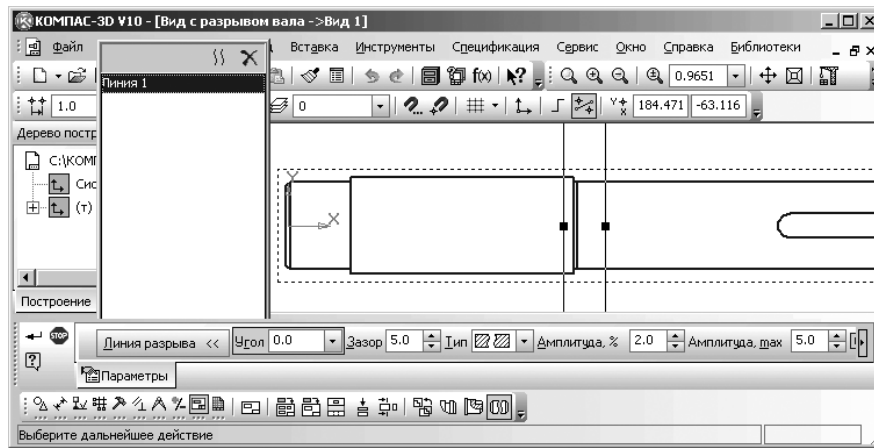

Рис. 4.149. Режим создания вида вала с разрывом
- щелкните в главном меню по пункту **Вставка**, в выпадающем меню по пункту **Вспомогательный вид**, а затем в всплывающем меню по пункту **Вид с разрывом**. Или щелкните в **Компактной панели** по кнопке переключателя  – **Ассоциативные виды**, а затем на панели инструментов по кнопке  – **Вид с разрывом**. В обоих случаях появится **Панель свойств: Вид с разрывом** (рис. 4.149). В строке сообщений появится подсказка: **Выберите дальнейшее действие**.